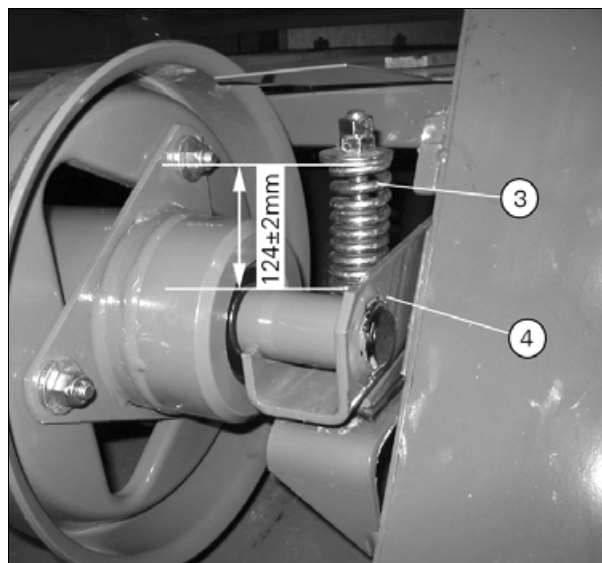

Рис. 1.
- Сожмите пружину (3) (рис. 1), так чтобы ее длина была равна  $124 \pm 2$  мм.